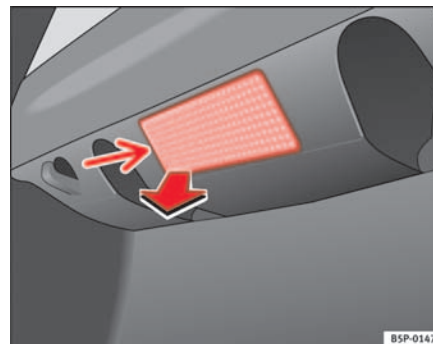

Fig. 174 Luz maletero
- Extraiga la tulipa haciendo presión sobre el borde de la parte interior de la misma -flecha- con ayuda de un destornillador por su parte plana. ⇒ fig. 174 ►